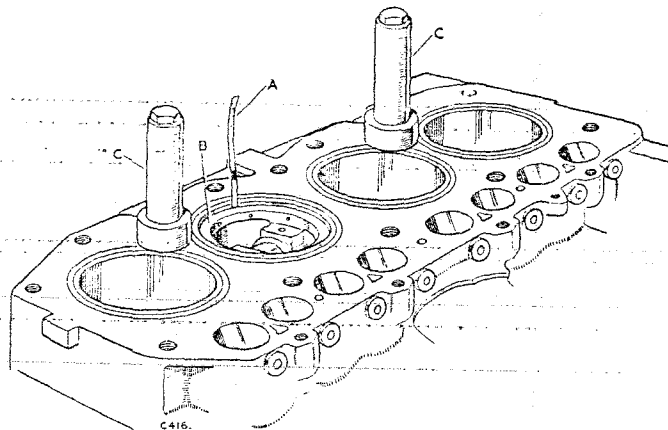

Fig. A-318—Comprobación de la tolerancia del pistón.
1. Cuando se montan pistones, la tolerancia en la cavidad de camisa debe conformarse a las dimensiones estipuladas en la Sección de Datos. De no haber instrumentos adecuados para efectuar las medidas, se puede introducir un calibrador largo, del espesor de 0,10 mm en el lado de empuje de la cavidad de la camisa, según ilustrado en Fig. A-318 y tener colocado el pistón con la cabeza hacia abajo y el pasador